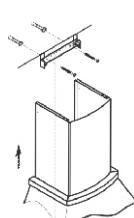

рис. 7
- сделайте отметку по верхнему краю фальштрубы и проведите горизонтальную линию рис. 7 (фальштрубу опустите внутрь вытяжки);
- приложите кронштейн к стене, как показано на рис. 7. Осевая линия кронштейна должна совпадать с осевой линией вытяжки, а верхний край с ранее проведенной горизонтальной линией;